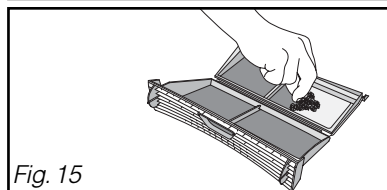

Fig. 15
- Nettoyez-le en le débarrassant de la mince couche de peluche qui le recouvre (Fig. 15)